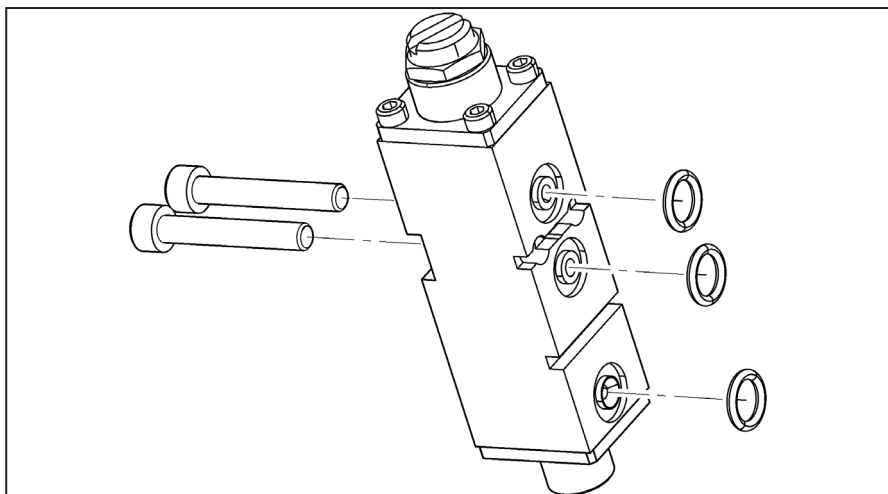

Bild 5: O-Ringe einsetzen
6. Mitgelieferte O-Ringe auf Vollständigkeit und korrekten Sitz prüfen (siehe Bild 5).
Teilleiste zu Bild 5 - Ersatzteile